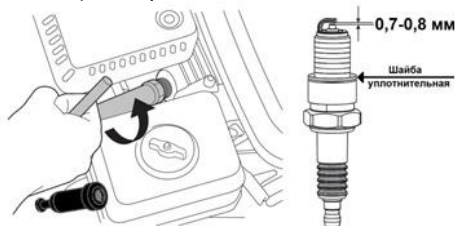

Рис. 19 Обслуживание свечи зажигания
1. Снимите со свечи зажигания колпачок и удалите грязь вокруг свечи зажигания (Рис. 19).
мм (Рис. 19). При увеличении, или уменьшении требуемого зазора, рекомендуется заменить свечу, так как регулировка зазора может привести к изменению качества искрообразования.